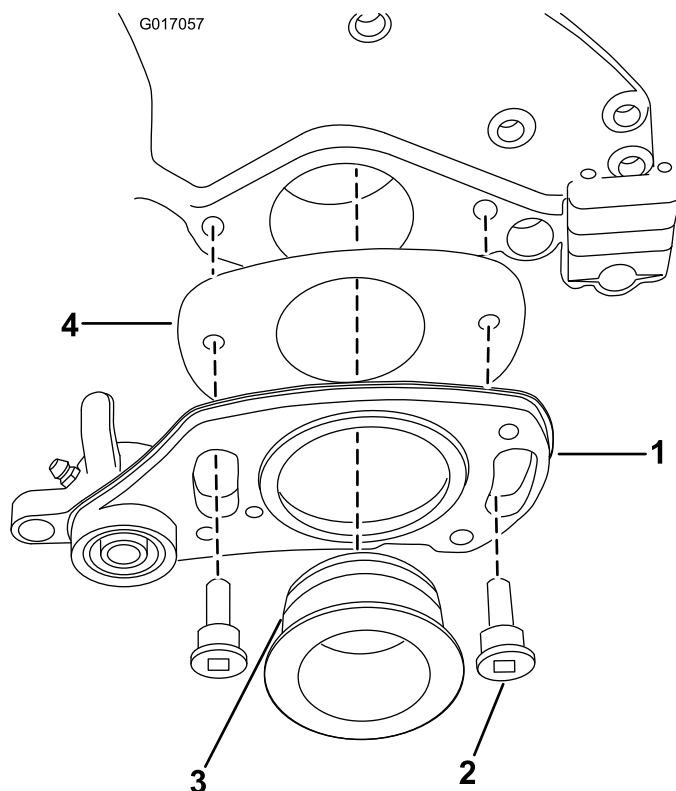

Рисунок 4
8. Поместите регулировочную пластину на заднюю сторону узла левого привода, как показано на Рисунок 4.
9. Нанесите тонкий слой консистентной смазки на уплотнительное кольцо и направляющее отверстие (Рисунок 4).
10. Закрепите узел левого привода с помощью двух болтов с буртиком, как показано на Рисунок 4.